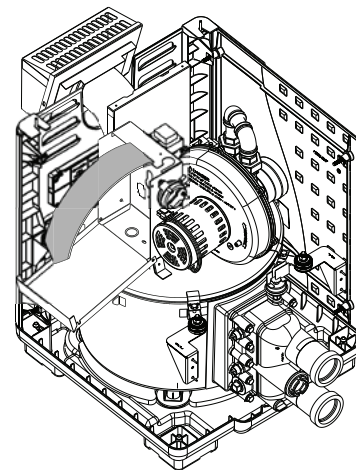

Figura 28.
3. Abra la tapa de la caja de control (ver Figura 28).
- Conecte los cables entre los terminales del Interruptor de Bombero en el calentador y el regulador. Conecte los cables del controlador o del sincronizador al Interruptor de Bombero. El controlador, el sincronizador o el regulador deben ser preparados para manejar 24VAC a 0.5 Amp (por que completara el circuito de 24VAC del panel de control en el calentador como se muestra en la Figura 28). NO aplique voltaje de línea a los terminales del interruptor de bombero. Use cable calibre 18 con un mínimo de 3/64" (1.2mm) de grosor de aislamiento clasificado para una elevación de temperatura de por lo menos 105°C.